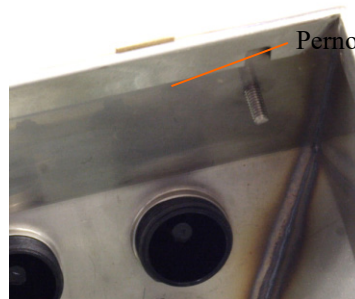

Figura A-8: Perno para fijar el panel frontal invertido
3. Gire con cuidado 180 grados la tapa frontal y vuelva a conectar las dos cintas de conexión a tierra en los dos pernos cerca de los manguitos de sujeción mediante las dos tuercas retiradas en el paso anterior. La Figura A-8 muestra uno de los pernos. Apriete las dos tuercas.